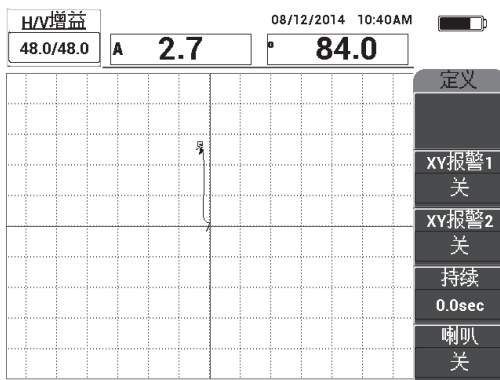

图 6-31 调整点的位置
4. 将探头提起到空气中，观察点的移动情况；如果点从屏幕上消失，则按**增益**键（**dB**），然后使用旋钮调整点的位置，以使其保持在屏幕上（参见第 143 页的图 6-31）。